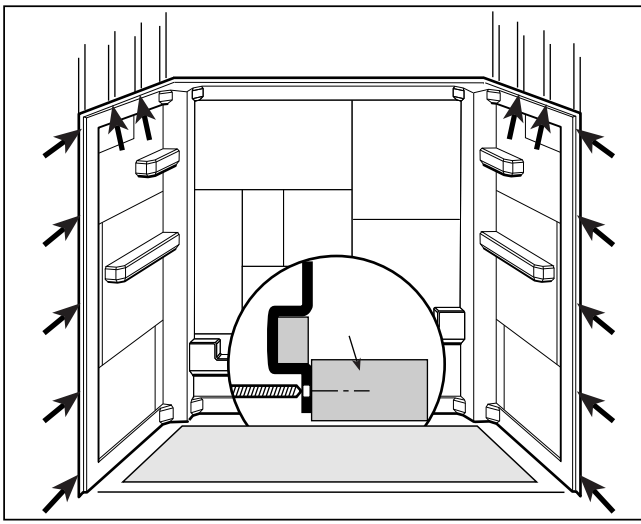

Figure 4
- 5** Appliquez un cordon de colle, vers le bas, le long de chaque poteau qui doit entrer en contact avec les panneaux latéraux. Posez chaque panneau latéral en le glissant solidement dans le coin. Appuyez fermement sur chaque panneau afin de vous assurer qu'il adhère bien à chaque poteau. Repérez un trou de 3/16" au centre de la bride de clouage, au dessus du panneau, centré sur chaque poteau. Percez aussi des trous de 3/16" dans la bride de clouage avant, sur chaque panneau latéral, à 12 d'intervalle, centrés sur la membrure (fig. 4). Clouez les clous de toiture galvanisés de 3/4" à travers chaque trou et dans les poteaux, fixant ainsi le panneau mural.